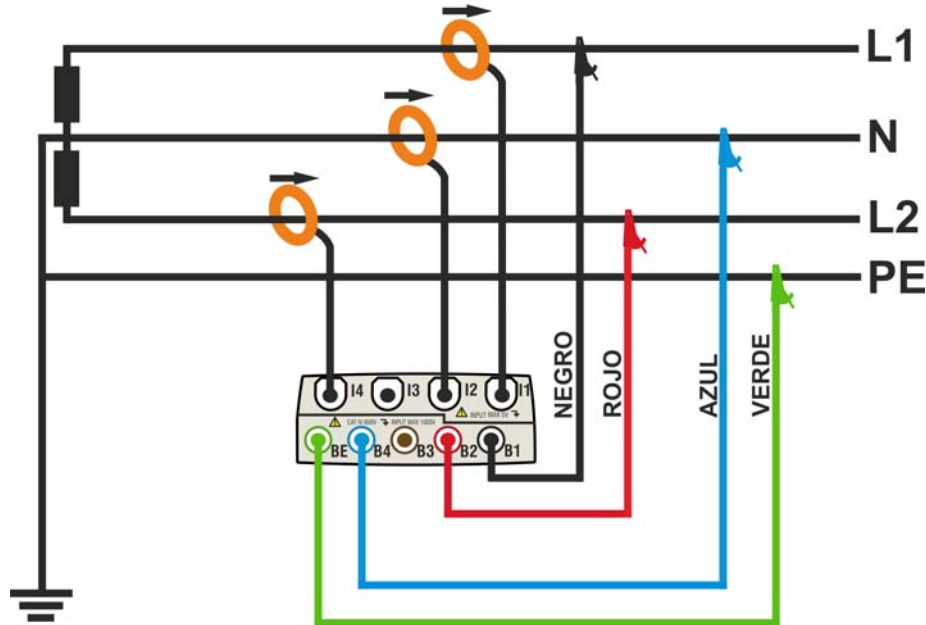

Fig. 129: Conexión del instrumento en un sistema Bifásico 3-hilos 1PH3W
2. Conecte los cables de medida de tensión sobre los conductores de L1, L2 y N respetando los colores como muestra la Fig. 129
3. Conecte las pinzas de corriente sobre el conductor L1, L2 y N como muestra en la Fig. 129 **respetando el sentido de la flecha** presente sobre la misma pinza que indica la dirección convencional de la corriente desde el generador a la carga. **Verifique siempre (seleccionando preliminarmente el sistema 3-hilos), en la pantalla de la sección Visualización Medida, que las Potencias Activas P1, P2 sean siempre positivas y que el factor de potencia Pf1, Pf2 sea correspondiente a la carga, normalmente inductivo**, antes de activar un registro. En caso de valores negativos de las potencias activas gire la pinza 180° sobre el conductor interesado.